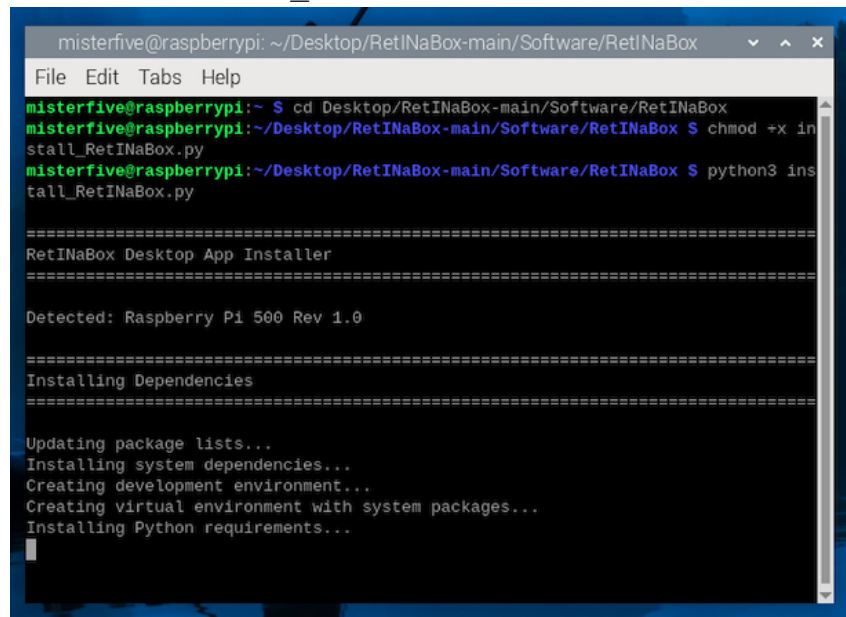

Figure 31. Terminal pendant l'installation du code de RetINaBox.
- d. Ouvrez le terminal et saisissez les commandes suivantes, puis appuyez sur la touche Entrée comme indiqué dans la **Fig. 31**.